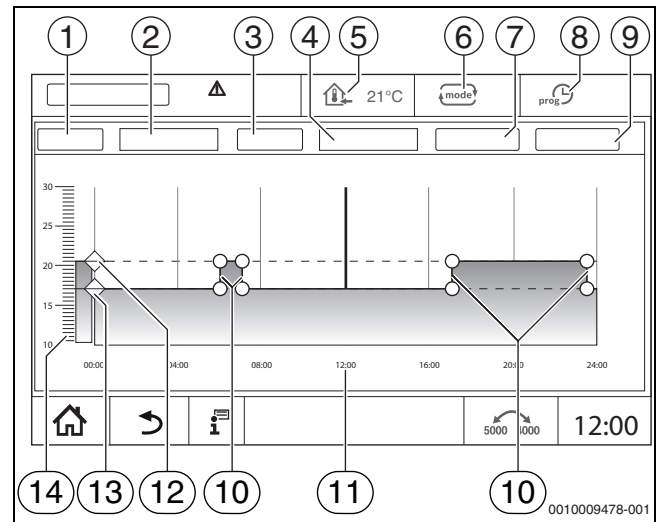

Рис. 25 Временная программа
- ▶ Коснитесь символа **◆**, удерживайте его и потяните до нужной температуры (→ рис. 25, [15], стр. 25).
- ▶ Коснитесь знака и выберите из списка день недели (→ рис. 25, [2], стр. 25) и нужную программу (→ рис. 25, [4], стр. 25).